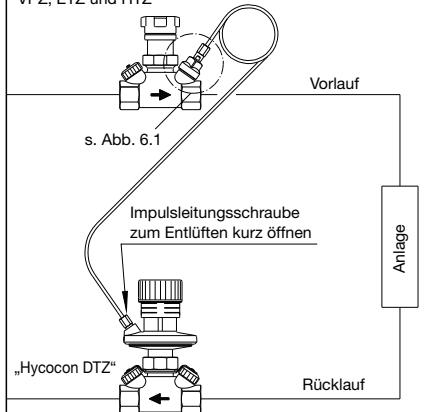

Abb. 6.2: „Hycocan DTZ“, Einbau im Rücklauf
4. Anschluss der Impulsleitung an das Ventil im Vorlauf. (Dies kann von der Baureihe „Hycoccon ATZ, APZ, VTZ, VPZ, ETZ oder HTZ“ sein. (vgl. Abb. 6.2) Alternativ kann auch ein „Hydrocontrol VTR, VPR, ATR oder APR“ mit den Adapters 1062090 und 1060191 eingesetzt werden.)
6. Entlüften der Impulsleitungen. Die Entlüftung der Impulsleitungen erfolgt durch leichtes Öffnen der Impulsleitungs-schrauben (Abb. 6.2). Nach Wasseraustritt sind die Schrauben wieder dicht zu schließen.
Um die Funktion des Reglers im Vorlauf zu ermöglichen, müssen die Impulsleitungen getauscht werden. (vgl. Abb. 6.2)